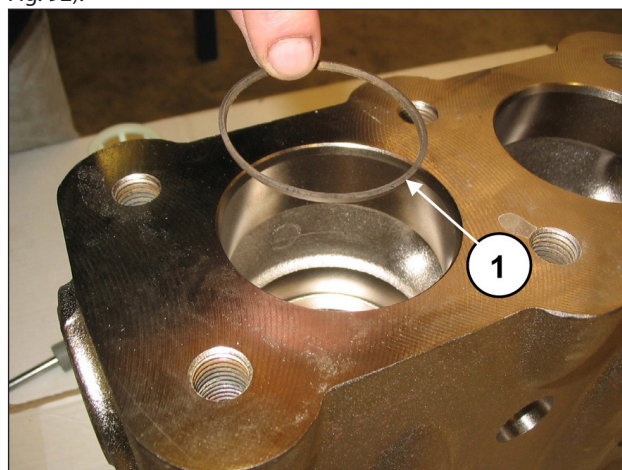

Fig. 92
Inserire l'anello antiestrusione, pos. esplosivo n. 4 (pos. ①, Fig. 92).